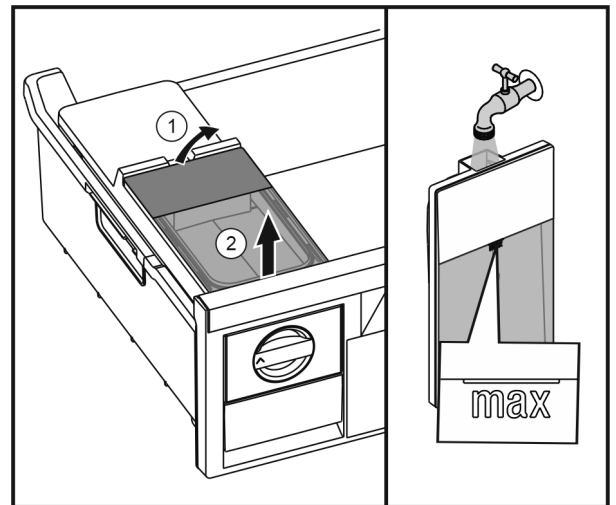

Fig. 22
- ▶ Waterreservoir van achter optillen Fig. 22 (1) en omhoog verwijderen Fig. 22 (2).